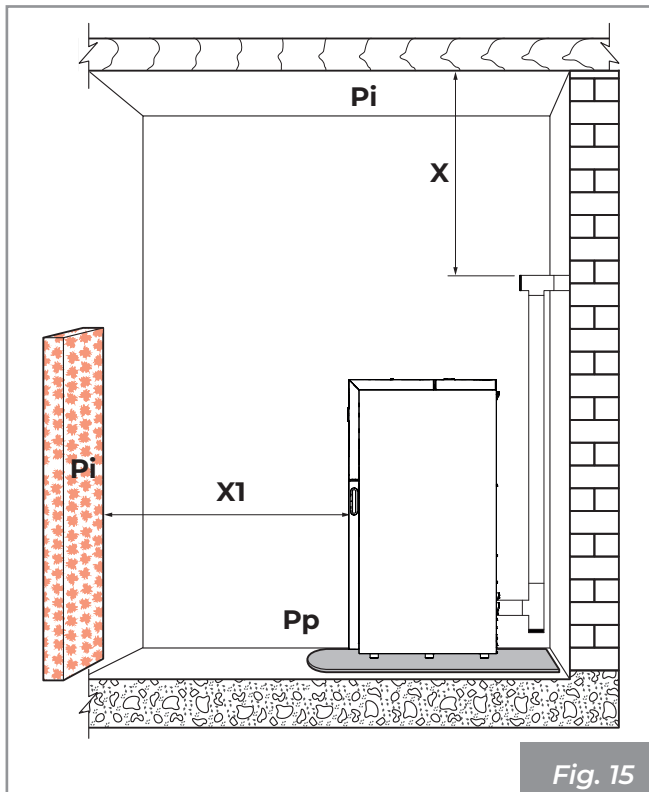

Fig. 15
Si ricorda di rispettare la distanza adeguata (X) dai materiali infiammabili, riportata sulla targhetta identificativa dei tubi usati per realizzare il camino (**Fig. 15**).